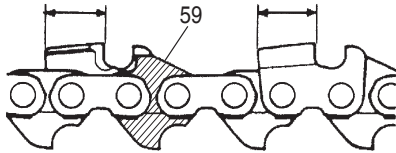

Fig. 50
- 5) Mantenga la misma longitud en todas las cuchillas. (Fig. 50)
- No lime o altere la parte superior de las uniones de los topes protectores (59) y la correa de seguridad (60) (Fig. 50, 51)